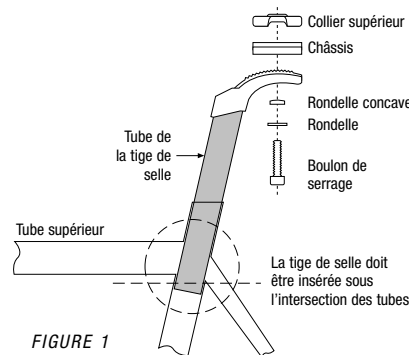

FIGURE 1
- La tige de selle doit être insérée dans le tube de selle à une profondeur d'AU MOINS 70 mm pour ne pas diminuer la durée de vie de la tige. Toutefois, de nombreux cadres requièrent une insertion supérieure à 70 mm. La tige de selle doit être insérée assez profondément dans le cadre, de façon à ce que son extrémité dépasse le bord inférieur du tube supérieur (voir figure 1).